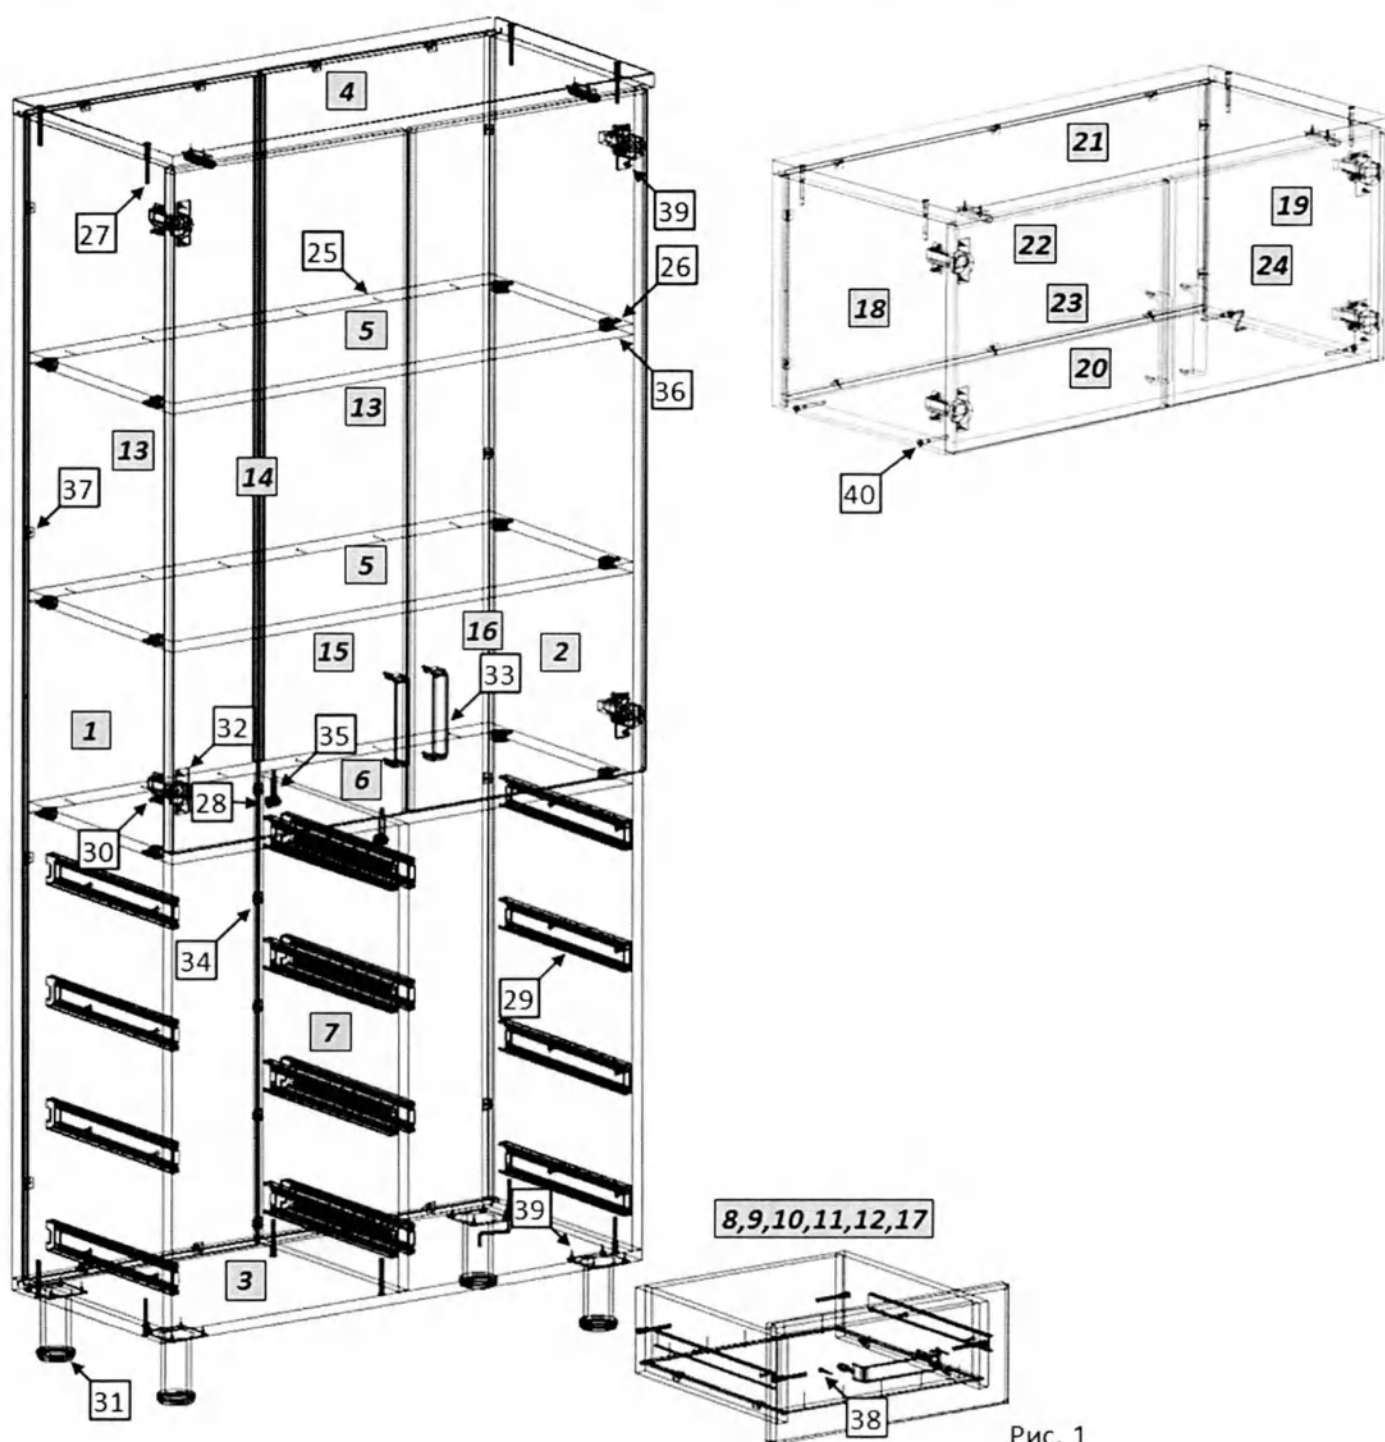

Рис. 1
1. Внимательно ознакомьтесь со схемой сборки, изображённой на рис. 1, сверяясь со спецификацией на изделие. Согласно схеме и спецификации определите расположение деталей в изделии и порядок их сборки. Сборка производится на ровном полу, укрытом материалом, предотвращающим повреждение покрытия пола и деталей мебели. Подготовьте необходимые для сборки инструменты – плоскую и крестовую отвёртки, молоток, рулетку или линейку, шуруповёрт.
2. На боковых стенках (1,2,7) шурупами 4×16 (32) закрепите направляющие (22).
3. На боковых стенках (1,2) установите ввинчиваемые дюбели эксцентриковых стяжек (19); установите монтажные планки петель (23). На горизонтальных стенках (5,6) установите эксцентриковые стяжки (29) и штоки эксцентриковых стяжек (28). На средней стенке (7) установите цилиндрические части эксцентриковых стяжек (28).
4. Евровинтами (20) соедините боковые стенки (1,2) с горизонтальной нижней стенкой (3) и крышкой (4), установив в пазы задние стенки (13). В стык задней стенки устанавливается соединительный профиль (14). Среднюю стенку (7) соедините с горизонтальной нижней стенкой (3) евровинтами. Установите и закрепите горизонтальные стенки (5,6), гвоздями (18) зафиксируйте к ним задние стенки. Закрепите задние стенки в пазах уголками (30). Для крепления задних стенок к средней стенке (7) используйте скрепки (27) с шурупами (32). На горизонтальной нижней стенке (3) шурупами (32) закрепите опоры (24).
5. На дверях (15,16) шурупами 4×16 закрепите петли (25), установите ручки (26). Закрепите двери к боковым стенкам шкафа. Отрегулируйте положение дверей винтами петель.
6. Сборка ящиков. Внимание! На передних стенках ящиков (11) присадка отверстий выполнена несимметрично – 4 ящика собираются на левую сторону, 4 ящика – на правую. Евровинтами соедините боковые стенки ящиков (8,9) с задней (10) и передней (11) стенками. Дно ящика (12) установите в пазы и закрепите к задней и передней стенке гвоздями (18), к боковой стенке – уголками (30). Шурупами 4×16 закрепите узкие части направляющих. Шурупами 3.5×30 (31) закрепите фасад (17) к передней стенке ящика (11). Установите ручку. Установите собранные ящики в корпус шкафа.